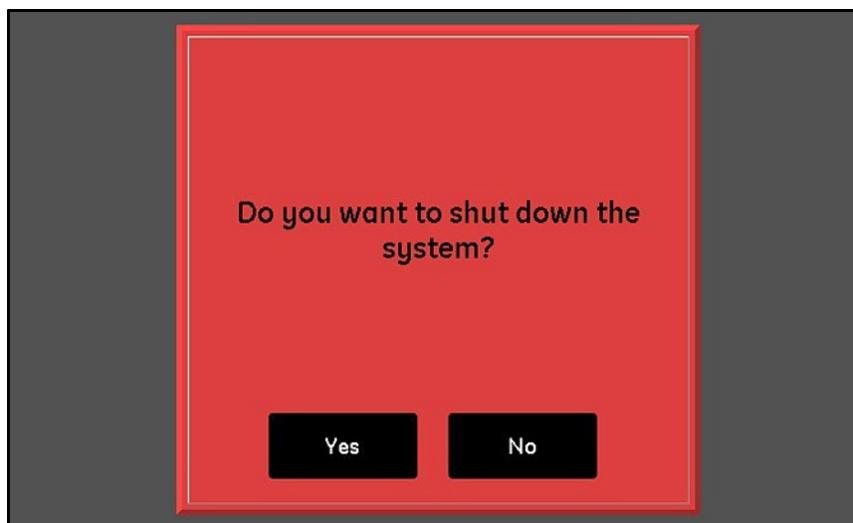

Abbildung 31: Bestätigungsbildschirm zum Herunterfahren
3. Tippen Sie am Bestätigungsbildschirm in *Abbildung 31* unten auf die Schaltfläche **Ja**, um das Gerät herunterzufahren, oder tippen Sie auf **Nein**, um den Vorgang abubrechen.
Um das moisture.IQ-System herunterzufahren, tippen Sie auf die Schaltfläche **Herunterfahren**. Tippen Sie dann entweder auf **Ja** oder auf **Nein** in einem Bestätigungsbildschirm, der dem in *Abbildung 31 auf Seite 35* dargestellten ähnelt.